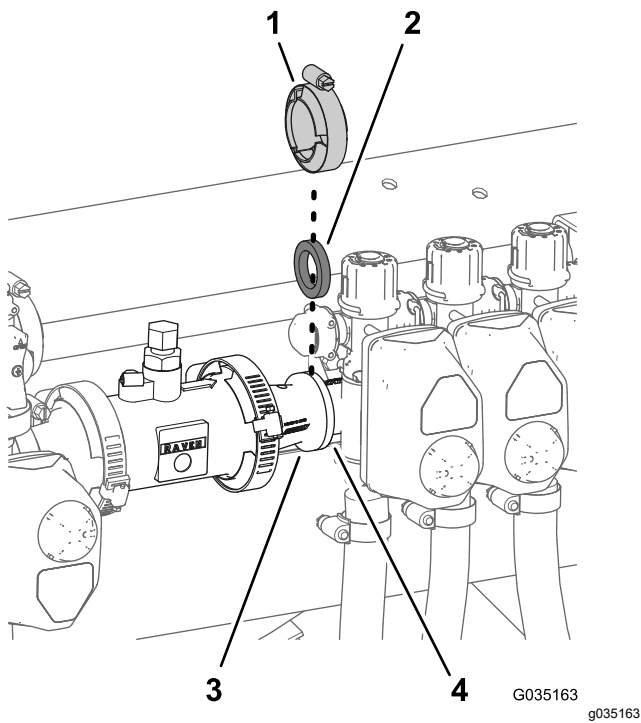

**Figure 35**
C. Déposez le collier de 76 mm (3 po) qui fixe le raccord adaptateur et le joint (2¼ po) sur la bride de la vanne de section de rampe gauche, et déposez l'adaptateur, le collier et le joint de la machine (**Figure 35**).